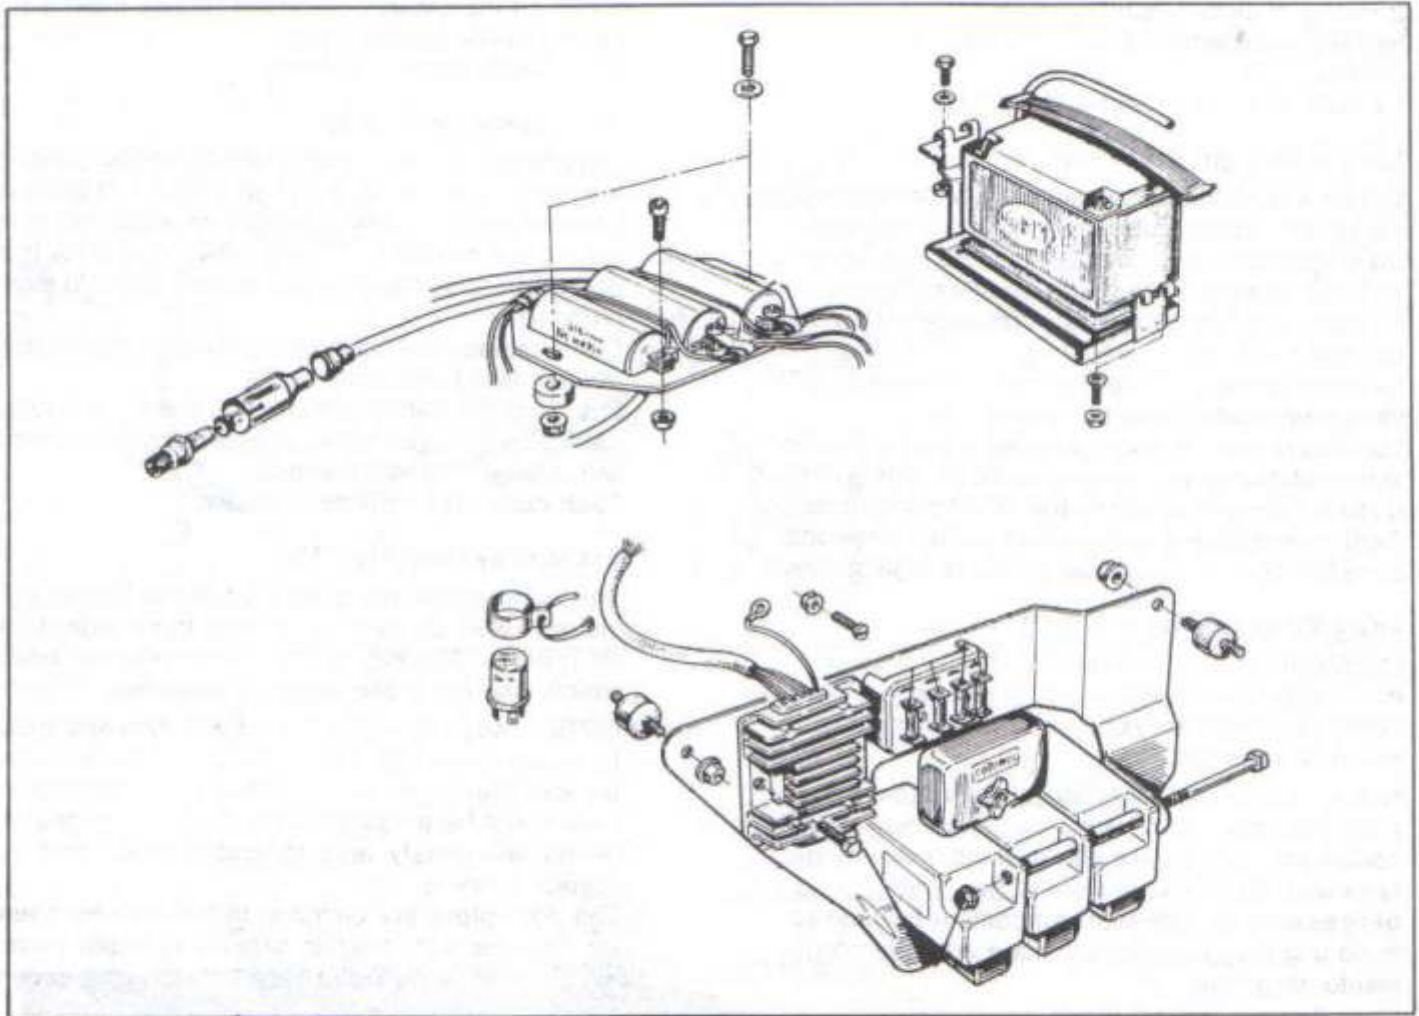

Fig. 149
**Sistema di accensione (Fig. 149)**
**Ignition system (Fig. 149)**